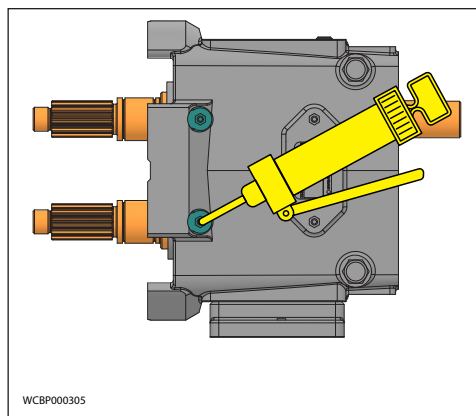

Figure 87 - Pose du dispositif de retenue du roulement
17. Lubrifiez les lèvres d'étanchéité (14) et installez les joints de graisse (14) dans les dispositifs de retenue des roulements 32() (ressort de compression à l'intérieur).
18. Appliquez du mastic silicone sur les brides de retenue (figure 87, élément A). (Un ruban d'étanchéité Gore-Tex® peut être utilisé sur les modèles sans silicone). Le joint de graisse (repère 14) doit affleurer l'avant du dispositif de retenue du roulement. Sur les modèles 030, le joint de graisse doit être placé contre la marche sur le diamètre intérieur du dispositif de retenue.
19. Installez les dispositifs de retenue des roulements (figure 87, élément 32).